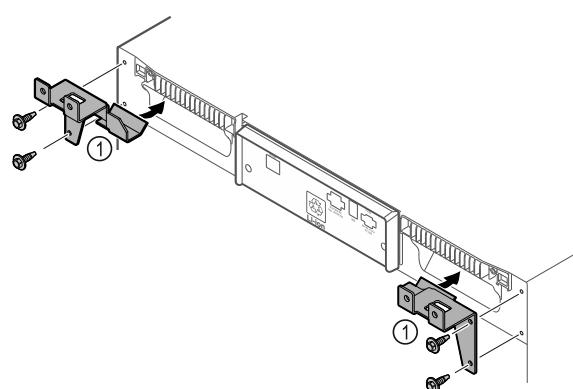

Fig. 8
- Montar las piezas de sujeción Fig. 8 (1) en el electrodoméstico con los tornillos suministrados.